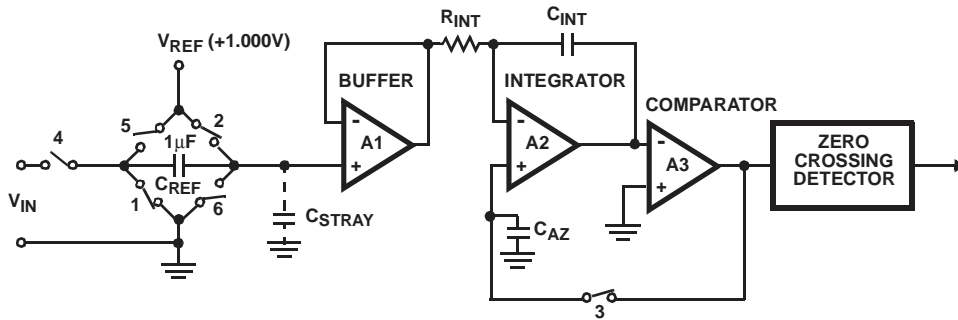

FIGURE 2A. PHASE I AUTO-ZERO
**Auto-Zero Phase I** (Figure 2A)